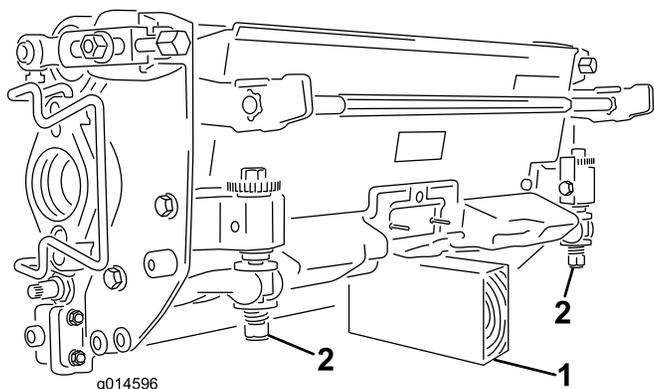

Figura 28
**Importante:** Cuando sea necesario inclinar la unidad de corte, apoye la parte trasera de la unidad de corte para asegurarse de que las tuercas de los tornillos de ajuste de la barra de asiento no estén apoyadas en la superficie de trabajo (Figura 28).